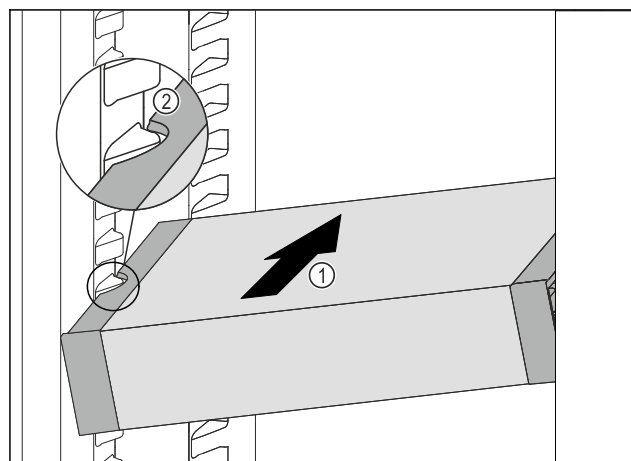

Fig. 100
- ▶ Zasuňte VarioSafe do chladničky pod úhlem tak Fig. 100 (1), aby vybrání na bocích Fig. 100 (2) VarioSafe byla na úrovni žebrování na nádobě v chladničce.